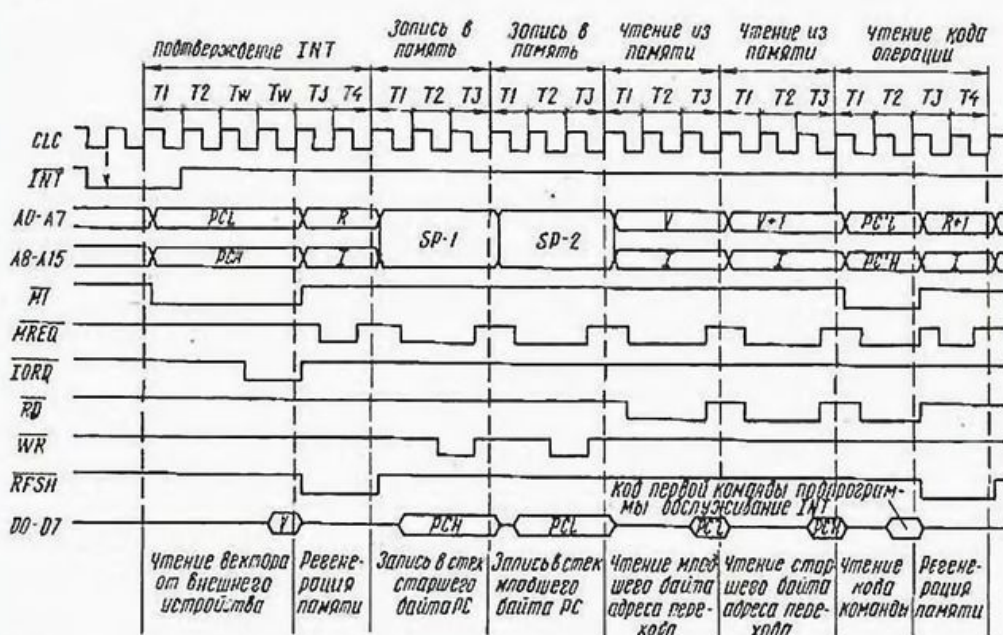

Рис.9
Прерывания второго типа наиболее гибки, с их помощью можно менять вектор прерываний как программно, так и аппаратно. Временные диаграммы, поясняющие процесс вызова подпрограммы обработки INT второго типа, показаны на рис. 9. После считывания вектора прерываний (V) и записи в стек (SP) старшего (PCH) и младшего (PCL) байтов счетчика команд (PC) следует цикл чтения данных из памяти. В нем процессор формирует 16-разрядный адрес, в котором старший байт равен значению содержимого регистра прерываний (I), а младший представляет собой данные (V), поступившие из внешнего устройства в цикле подтверждения INT. Считанные из памяти данные представляют собой младший байт адреса перехода (PCL). Затем процессор формирует еще один цикл чтения из памяти, в котором из ее следующей ячейки считывается старший байт адреса перехода (PCH).